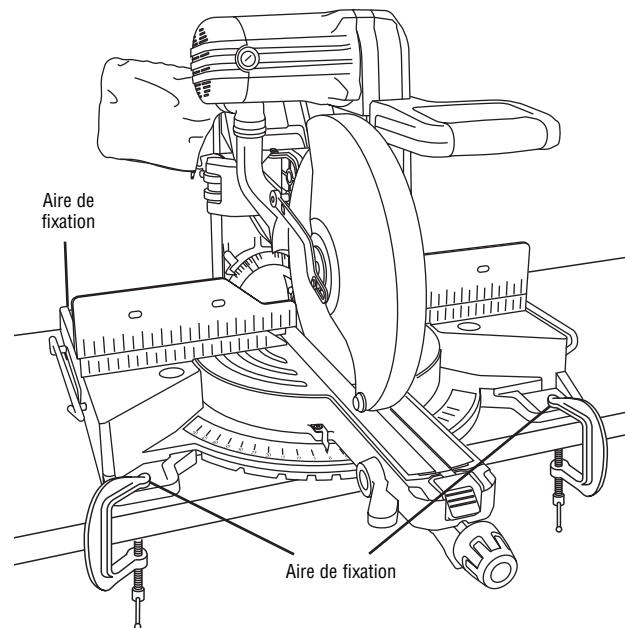

Figure 29. Montage temporaire au moyen de brides de fixation
- Placez au moins deux (2) serre-joints en C sur les surfaces de cramponnage et fixez solidement (Figure 29). Il y a des aires de fixation par des brides aux quatre coins de la scie.